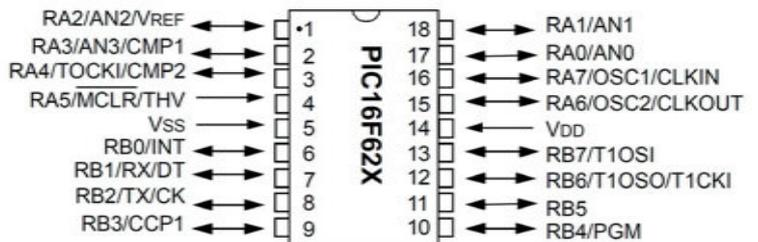

Bild 9: Anschlussbelegung des PIC16F627 [4]
Die Möglichkeiten mit Mikrocontrollern sind sehr vielfältig. Die Logik kommt in die Software, die Hardware beschränkt sich auf die minimal notwendigen Bauteile. Experimentieren Sie, bevorzugt in Pascal. Im nächsten Schritt können Sie auf größere PIC-Mikrocontroller ausweichen. Das Angebot ist umfassend. Bereits die nächste Größe der PICs, zum Beispiel der PIC16F627(A) hat bereits bei insgesamt 18 Pins (Anschlüssen) 15 programmierbare GPIO-Pins (Bild 9). Diese sind in Ports mit je acht Anschlüssen (Port A, Port B) organisiert.